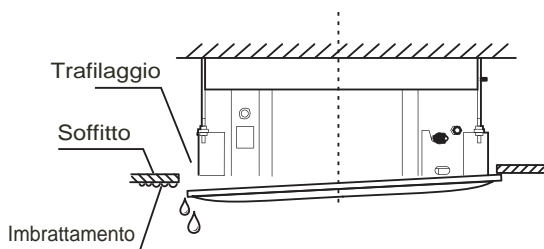

Fig. 3-17
- Se le viti sono allentate, possono verificarsi fughe d'aria e d'acqua. Vedi la Fig. 3.17.